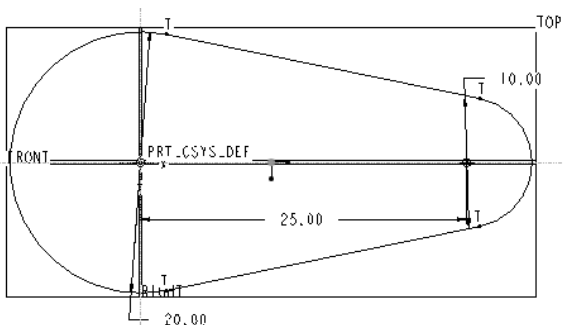
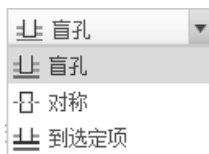

图 3.23 修剪后的结果
图 3.24 【第 1 侧】下拉列表框
(8) 为生成平板 A，必须只留外边界，这样才能向一个方向生成平板 A，因此单击【编辑】操控板中的删除段按钮，选择两个圆的内侧，结果如图 3.23 所示。
(9) 单击【草绘器】操控板中的确定按钮，完成草图设计。
(10) 在【选项】操控板中的【侧 1】下拉列表框中选取【盲孔】选项，如图 3.24 所示。